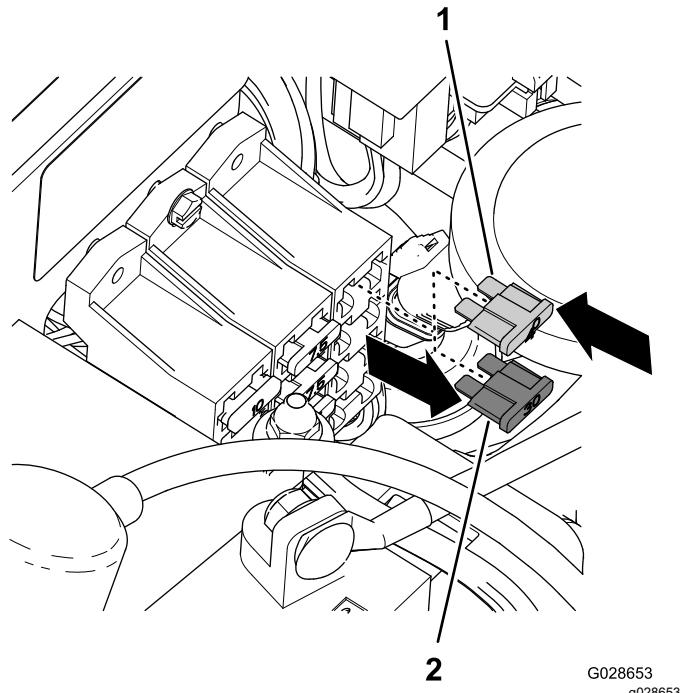

Figura 31
- Nel portafusibili, rimuovete il fusibile da 30 A (Figura 31).
2. Nella stessa presa in cui avete rimosso il fusibile da 30 A, inserite un fusibile da 40 A (Figura 31).